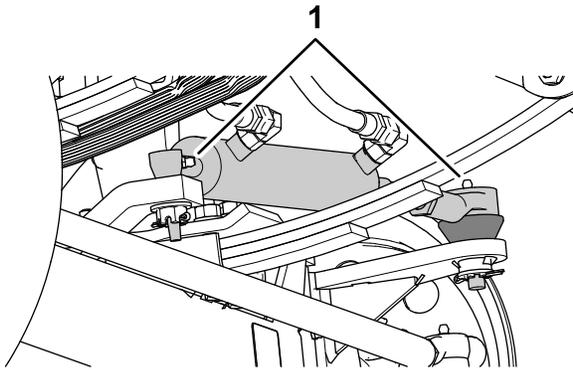
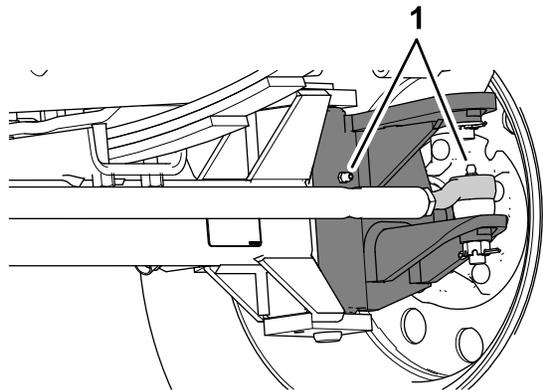

Figure 63
Figure 64
1. Essuyez les graisseurs (Figure 63 et Figure 64).
- Injectez de la graisse dans les graisseurs (Figure 63 et Figure 64).
**Remarque:** Les emplacements des graisseurs sont illustrés à la Figure 63.